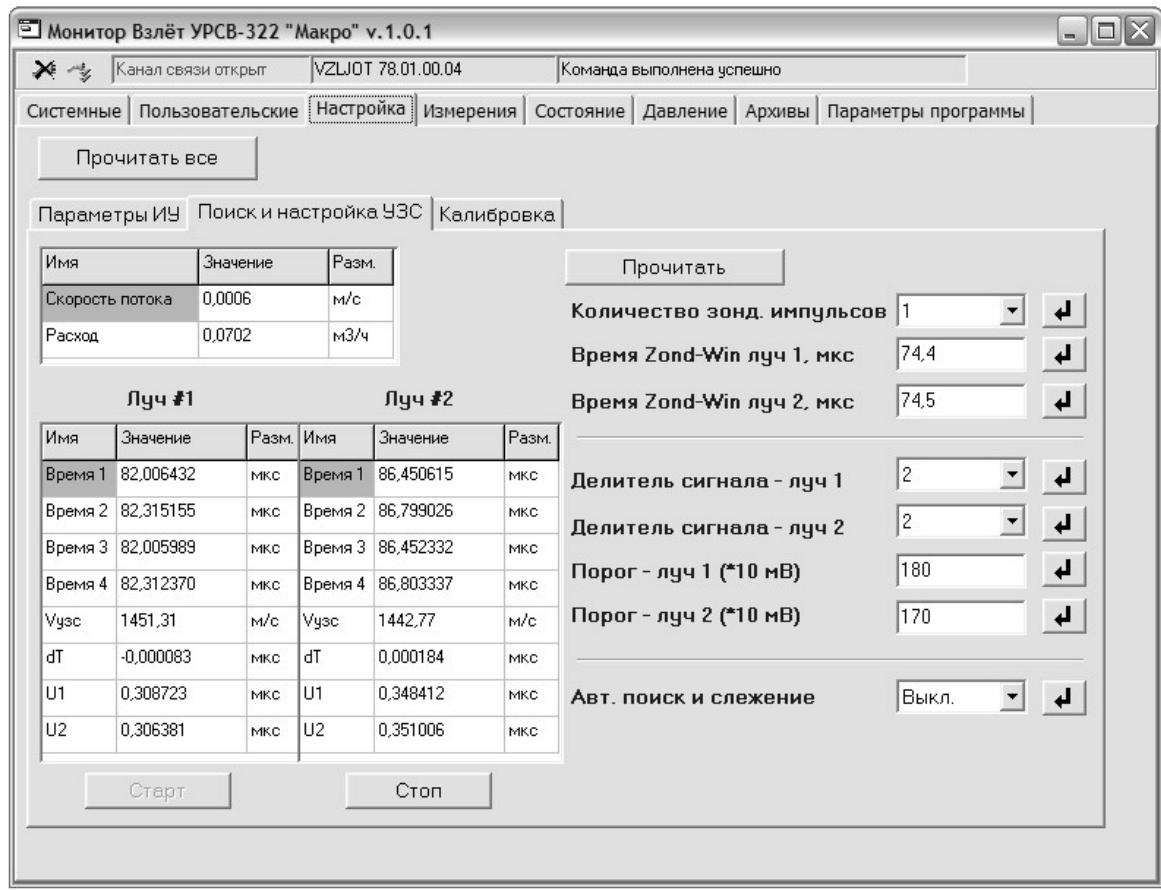

**Рис.9. Окно вкладок «Настройка / Параметры ИУ».**
3.1.6. Щелкнуть мышкой по вкладке **Настройка**. На дисплее ПК отобразится окно, показанное на рис.9.